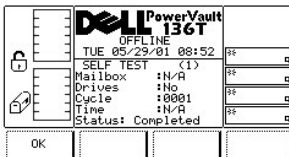

Abbildung 115. Dialogfeld "Service" > "Library" > "Exercise" > "Self Test" > "Self Test Execution"
- 1 Wenn die Taste unter dem Softkey **OK** gedrückt wird, werden die Feldwerte übernommen, und der Demo-Vorgang wird gestartet (siehe Abbildung 115).
Die Testergebnisse werden zum Abschluss des Testzyklus angezeigt (siehe Abbildung 115).